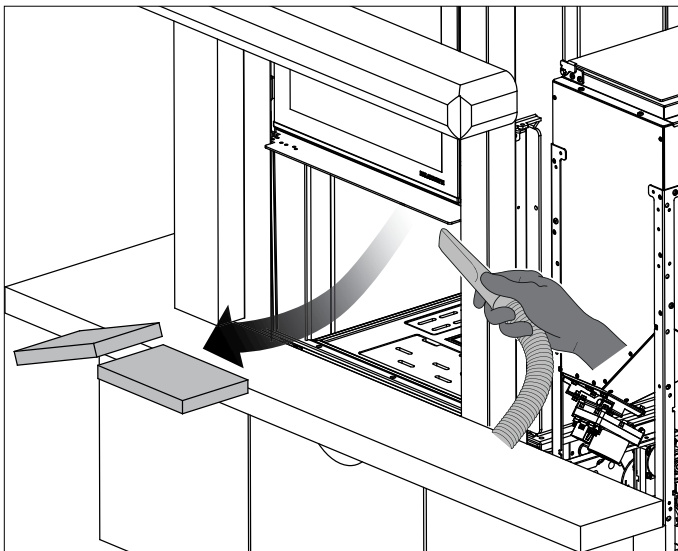

fig. 6.1
- Aprire la portina del focolare ed estrarre dalla loro sede i due pannelli superiori in magnofix (fig. 6.1).